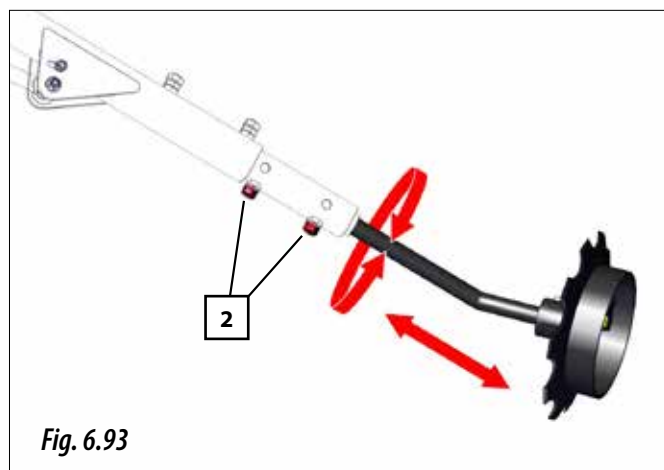

Fig. 6.93
- 2- Ajustar la longitud del segundo tramo del trazador y la orientación del disco trazador, para ello, aflojar las 2 tuercas y tornillos (2, Fig. 6.93), posteriormente volver apretar el tornillo y la contratuerca.